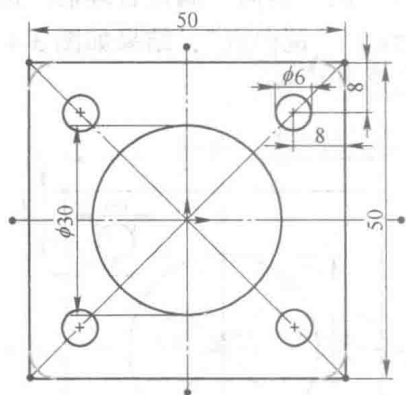
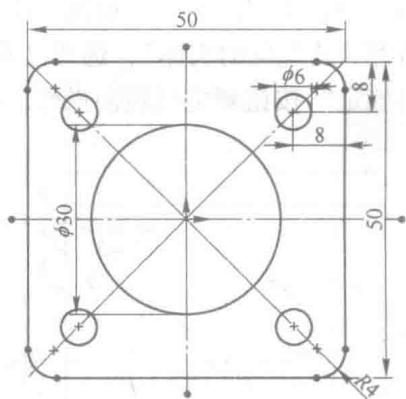

图 3-8 圆角操作预览
图 3-9 圆角操作
(6) 选择菜单“工具”→“草图工具”→“圆角”命令, 系统弹出“圆角”属性管理器。选择矩形 4 个顶点为“要圆角化的实体”, 圆角半径 R 为 4, 结果如图 3-8 所示。单击“确定”按钮完成 4 处圆角操作, 如图 3-9 所示。